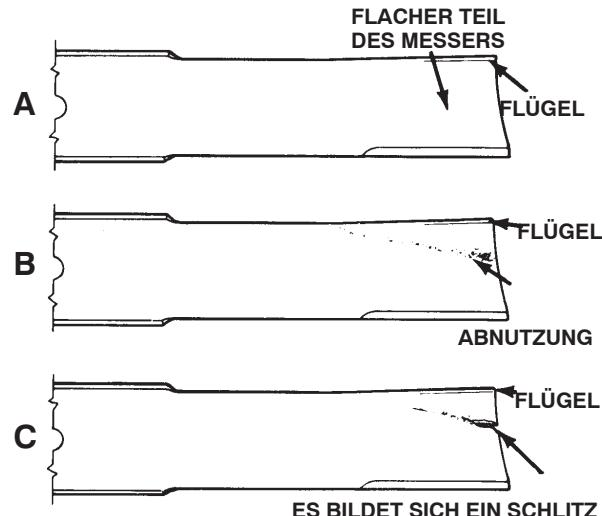

Bild 31
2. Prüfen Sie die Schnittkanten des Messers sorgfältig, insbesondere dort, wo die geraden Flächen die gebogenen berühren (Bild 31-A). Da Sand und anderes reibendes Material das Metall abschleifen kann, das die flachen und die gebogenen Teile verbindet, müssen Sie das Messer vor jedem Einsatz des Rasenmähers prüfen. Tauschen Sie das Messer aus, wenn Sie eine Abnutzung feststellen (Bild 31-B).
Wenn sich das Messer abwetzen kann, bildet sich ein Schlitz zwischen dem Windflügel und dem flachen Teil des Messers (Bild 31-C). Zuletzt kann sich ein Stück des Messers lösen und aus dem Gehäuse herausgeschleudert werden. Das kann zu schweren Verletzungen bei Ihnen selbst und Unbeteiligten führen.